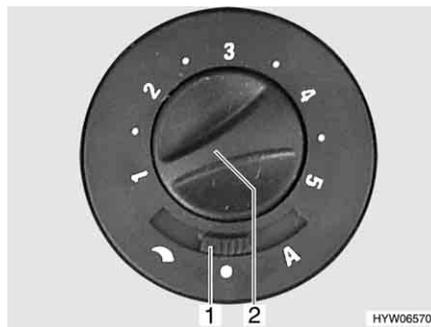

Fig. 112 Conmutador de mando para ventilador de circulación de aire
- Ajustar el conmutador deslizante (Fig. 112,1) en "☾" (regulación manual) o "A" (modo automático).
- Ajustar (regulación manual) o limitar (modo automático) la potencia deseada del ventilador de circulación de aire con el botón giratorio (Fig. 112,2).
- Ajustar el conmutador deslizante (Fig. 112,1) en "●" (Off).